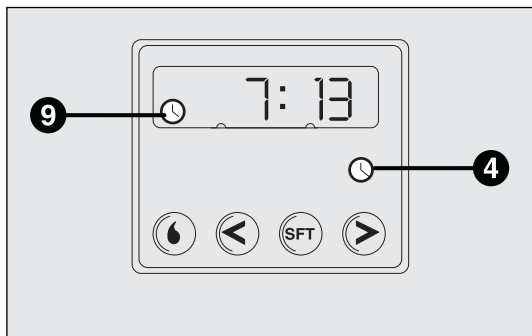

fig. 64
- Pulsando el botón 4: se encenderá el display y el testigo 9-fig. 64;
Lectura de la hora actual fig. 64